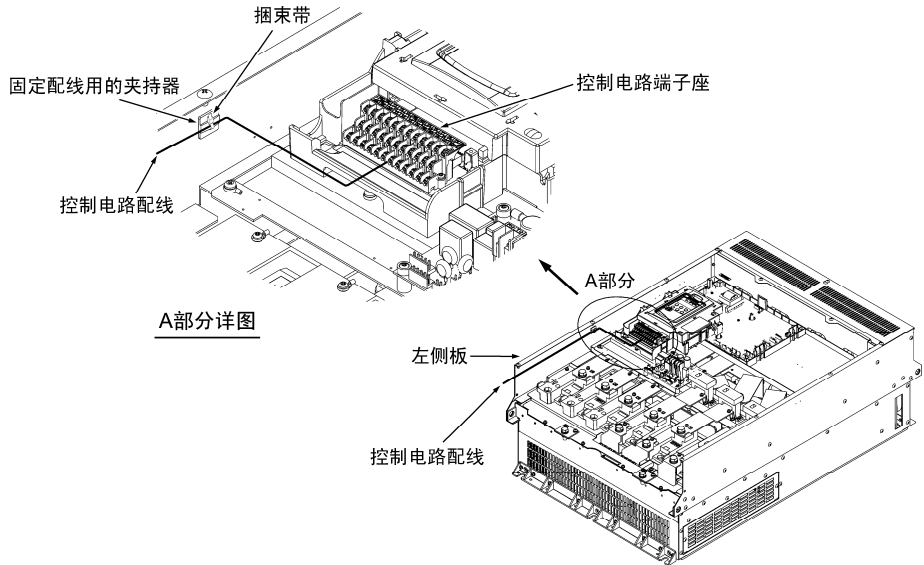

图 2.19 控制电路配线电路和固定位置
- ① 如图 2.19 所示，请沿着变频器的左侧板拉出。
- ② 请用捆束带（INSULOK 等）将配线固定在固定配线用的架上。